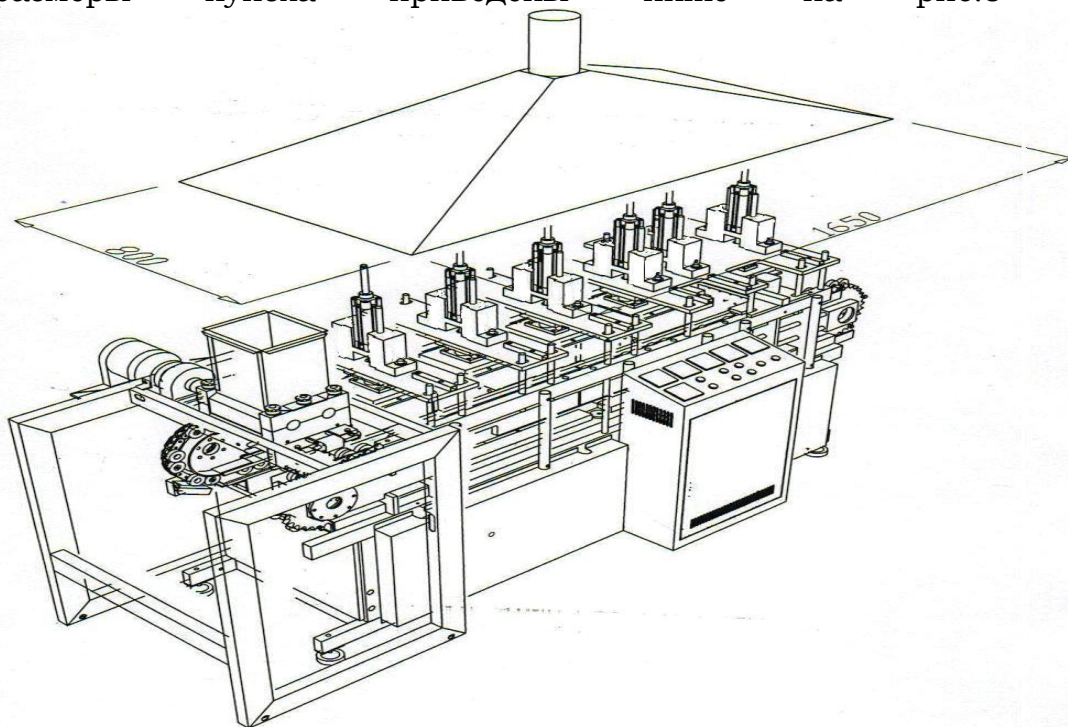

рис.3
- Вытяжка воздуха. Как и любая печь в кондитерском производстве JetNut 744 нуждается в воздушной вытяжке. Располагать её лучше непосредственно над самой печью, размеры купола приведены ниже на рис.3